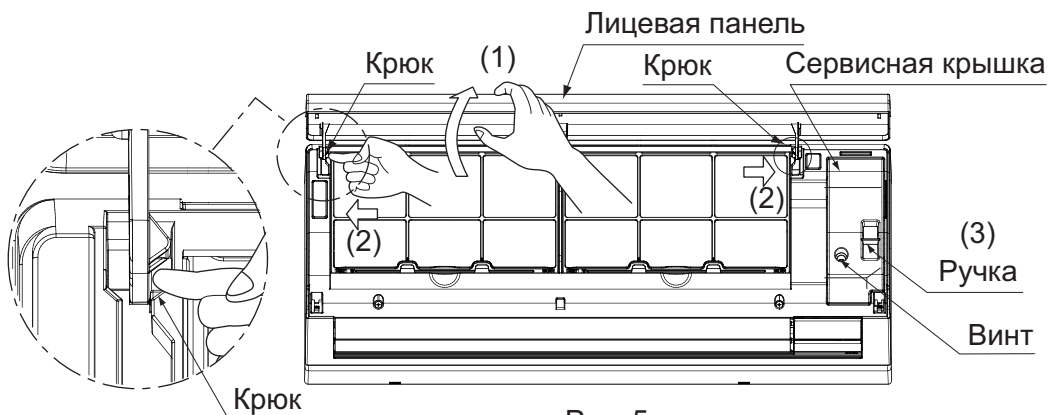

Рис. 5
(4) Снимите лицевую панель и сервисную крышку. (См. Рис. 5)